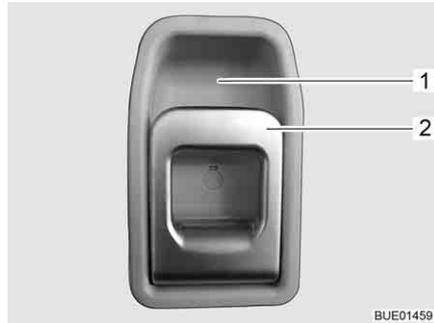

Bild 46 Türschloss Eingangstür, innen
- Öffnen:** ■ Am Griff (Bild 46,2) ziehen. Das Türschloss wird entriegelt.
- Verriegeln:** ■ Den Griff (Bild 46,2) oben in Richtung Griffschale (Bild 46,1) drücken.